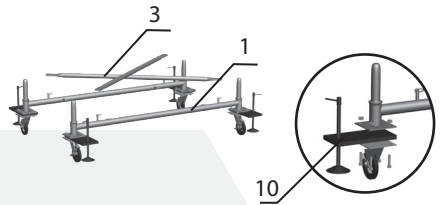

рис. 1
- При помощи крепежа колес (8), к гантели базы (1) присоединить поворотные колеса (2) и съемную винтовую опору (10) (В стандартный комплект поставки вышек серии «Лайт» - не входит) (рис. 1).
- Установить гантель базы флажковыми замками внутрь. На верхние флажковые замки гантели базы, установить стяжки базы (3) (рис. 1). При помощи винтовых домкратов выровнять вышку по горизонтали.